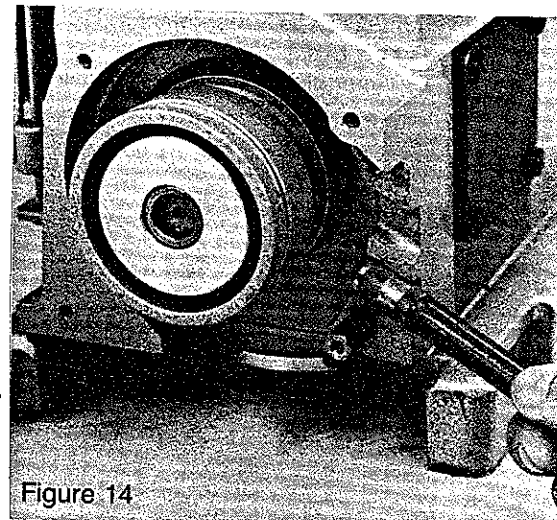

Fig. 14
12.- De cuando en cuando las aspas del ventilador de la rueda normal tienen que limpiarse con aire comprimido para retirar la pelusa etc. Fig. 14. Antes de limpiar esta área, la correa y el ducto de aire deben retirarse para obtener los mejores resultados.